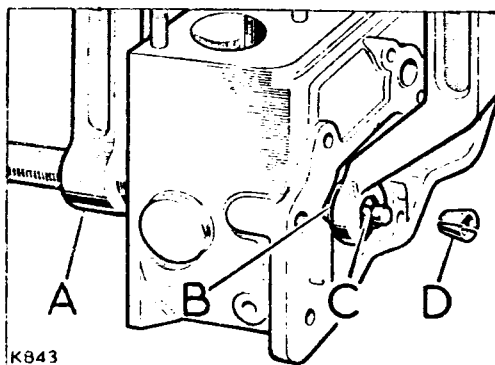

Fig. A4-78.- Desmontaje de válvulas.
- 2.1.- Utilizando el desmontaválvulas (A) (Fig. A4-78), extraer el conjunto de la válvula, muelle (B) y fiador (D). Mantener las piezas desmontadas por conjuntos.